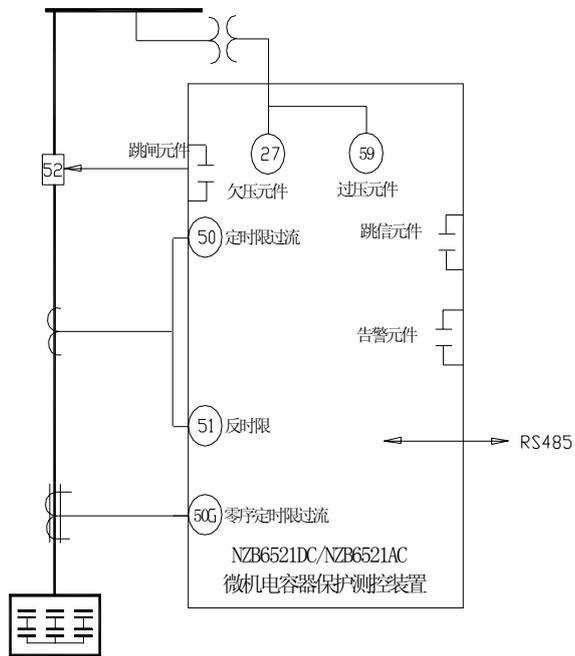

图1: NZB6521DC/ NZB6521AC功能配置图
1.3.1 NZB6521DC/ NZB6521AC微机电容器保护装置，功能配置见图1